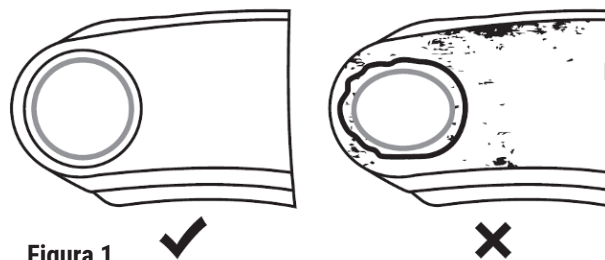

Figura 1. ✓ ✗
- Antes de instalar la junta esférica, asegúrese de que todas las superficies de contacto estén libres de óxido, residuos y rebabas. Inspeccione la brida de montaje del brazo de control por signos de grietas, deformación y pérdida de la redondez. Si encuentra estos defectos, no use el cuerpo del brazo de control. **Vea la Figura 1.**